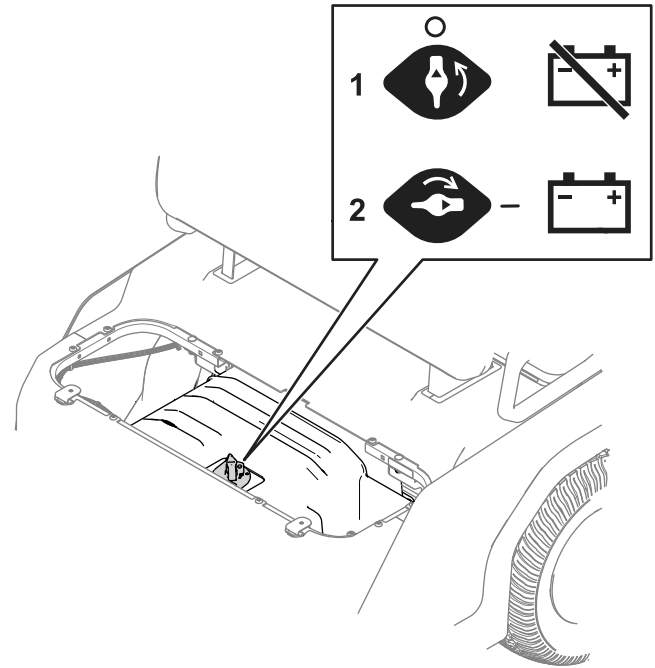

Figura 34
- Mueva el interruptor de desconexión de las baterías a la posición deseada, como se muestra en la Figura 34.